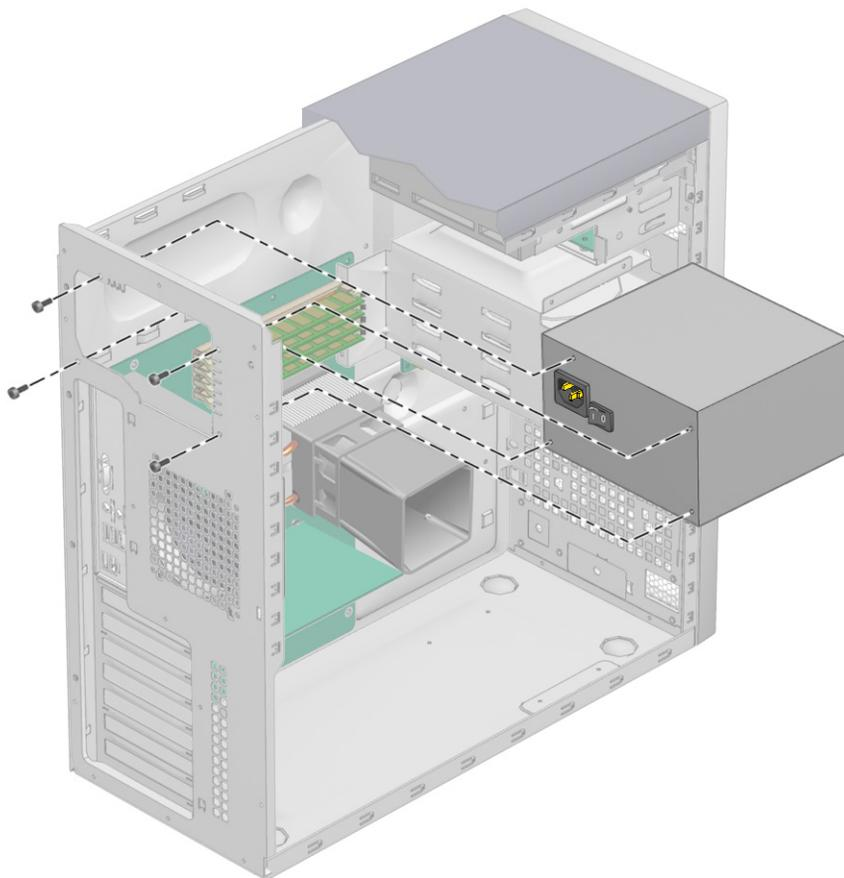

РИС. 4-28 Извлечение блока питания из корпуса
6. Отверните четыре крепежных винта с внешней стороны задней панели корпуса (элемент 3) и извлеките блок питания через внутреннюю часть корпуса системы (см. РИС. 4-28).